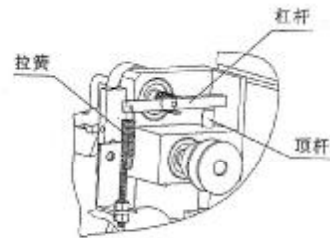

图 5-1
- A. 杠杆拉簧力量太大或太小: 可适当调整滚轮压力(图 5-1)